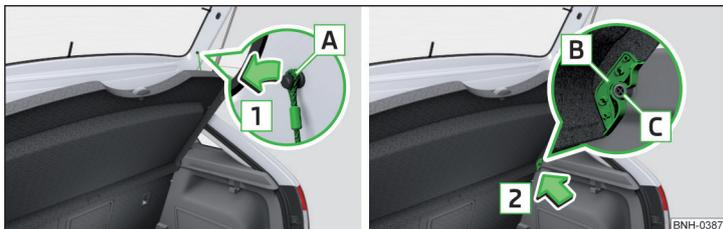

Fig. 94 Retirar la cubierta del maletero
Si las cintas de sujeción **A** » fig. 94 están enganchadas en la tapa del maletero, entonces al abrir la tapa también se levantará la cubierta del maletero (a continuación, sólo cubierta).
- » Sacar en ambos lados de la tapa del depósito las cintas de sujeción **A** en el sentido de la flecha **1** » fig. 94.
- » Coloque los alojamientos **B** en la cubierta sobre los pernos **C** del revestimiento lateral » fig. 94.
- Los alojamientos **B** en la cubierta deben colocarse completamente en los pernos **C** del revestimiento lateral » fig. 94.